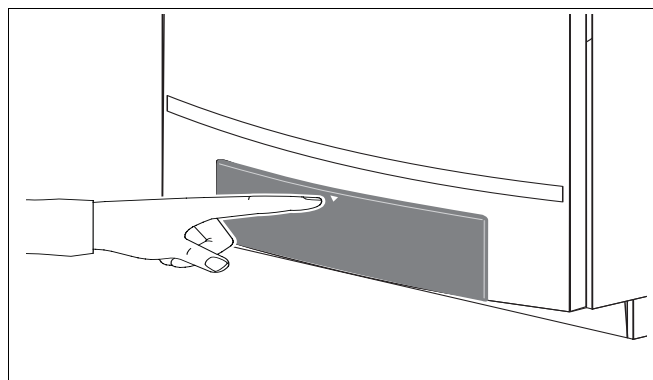

Fig. 28 Åbning af betjeningsfeltet
- Åbn betjeningsfeltet ved at trykke på det (fig. 28).